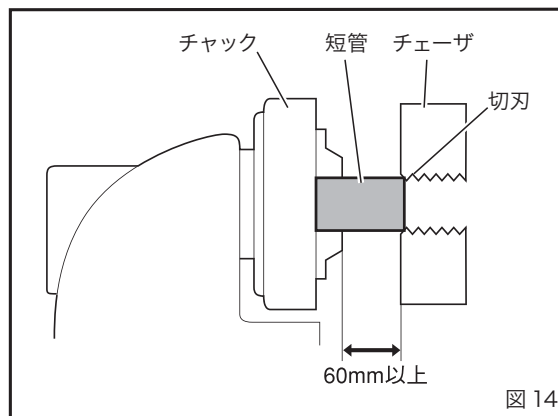

図 14
- ①後部スクロールおよびチャックをパイプ径より大きく開き、パイプを後部スクロール側から差し込んでください。（短管の場合はチャック側から差し込みます。）
- ②後部スクロールを締めてから、右手でパイプを支え左手で締付ホイールを回してチャックを軽く締め、パイプにチップをよくそわせてから強くパイプを締め付けます。（反動をつけて締付ホイールを回す）
- ③パイプの取外しは、反動をつけて締付ホイールを逆方向に回せばチャックが緩みます。次にスクロールを緩めてパイプを取り外してください。
■短管ねじ切りのパイプのつかみ方（図 14）